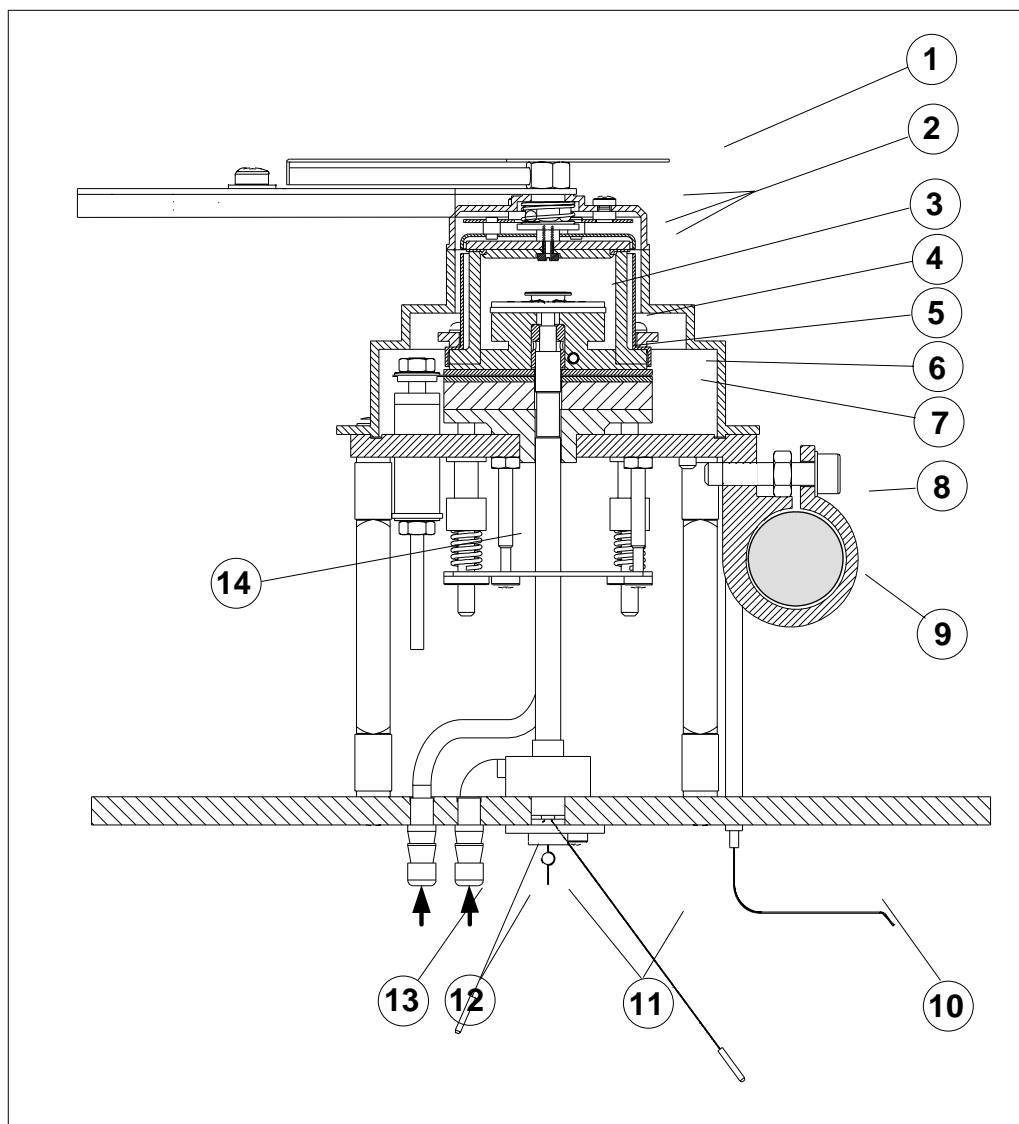

Abb. 1: Schematischer Querschnitt einer DSC823e Messzelle mit automatischem Ofendeckel
Der automatische Ofendeckel ist ein Mehrfachdeckel und besteht aus drei einzelnen Deckeln (siehe Abb. 1). Dadurch wird jegliche Beeinflussung von aussen vermieden. Der automatische Ofendeckel wird mit der FURNACE-Taste auf der Tastatur des DSC823e bedient.
#### Legende zu Abb. 1:
- (3) Überprüfen Sie, dass die Luftkühlungsöffnungen auf der linken und rechten Gehäuseseite (siehe Kapitel 2, Abb. 1) sauber sind, um eine gute Kühlung zu gewährleisten.
- (4) Führen Sie vor der ersten Messung ein Experiment mit der oben beschriebenen Methode durch (hier "Ausheizen" genannt), um den Ofendeckel durch Ausheizen der Messzelle zu reinigen. Verwenden Sie als Spülgas Luft mit einer Durchflussrate von 80 ml/min.
- (5) Führen Sie einen Indium-Check durch.